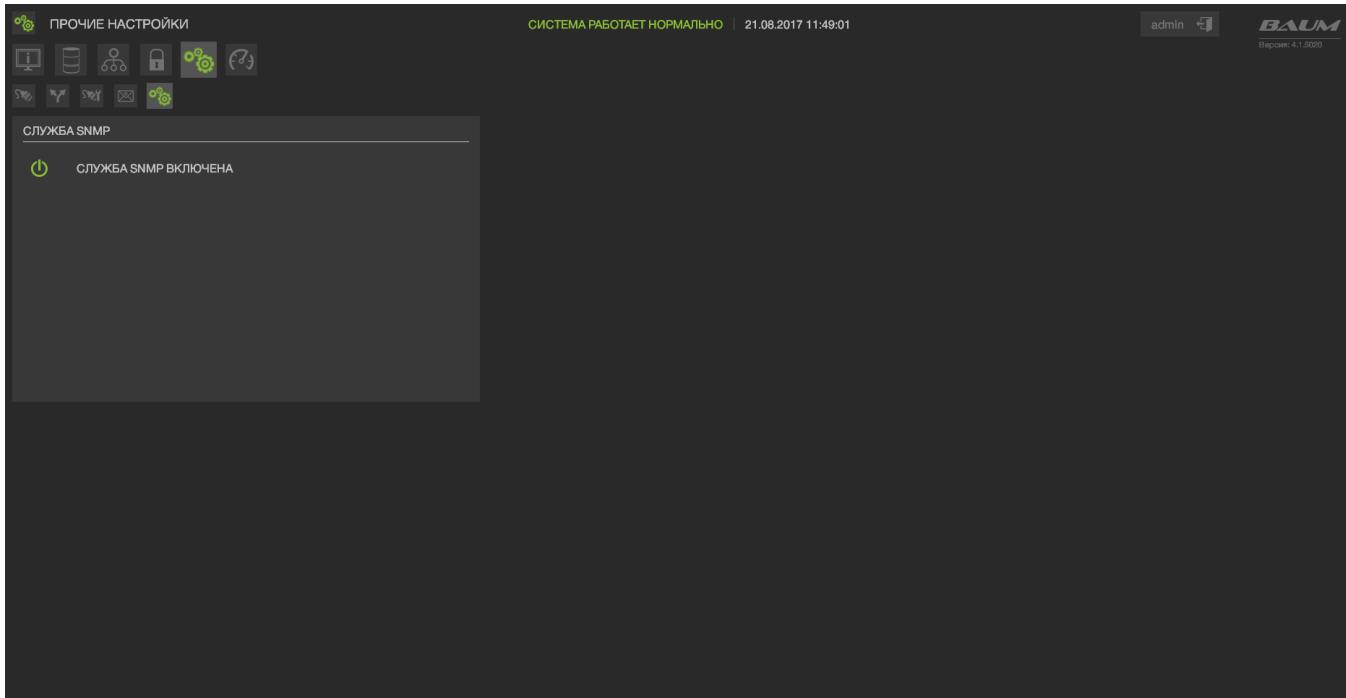

Рисунок 14 – Настройка SNMP уведомлений
- 3) Включить службу SNMP можно слева от статуса службы, отметив пункт «Включить службу SNMP» (см. Рисунок 14).